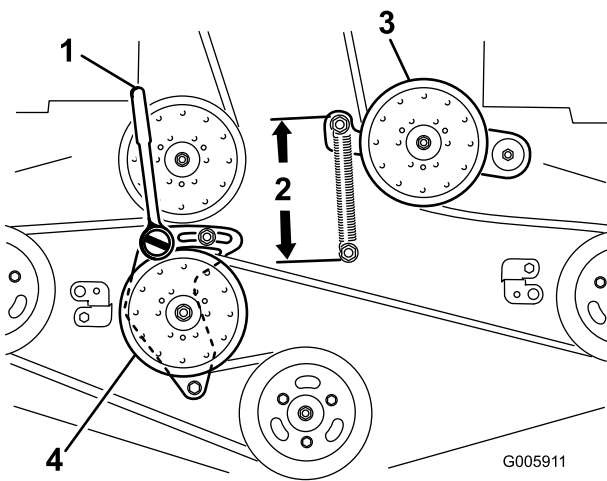

Bild 89
6. Lösen Sie den starren Spannarm und stellen Sie ihn ein, um die Riemenspannung zu lösen (Bild 89).
9. Setzen Sie eine Ratsche mit einem kurzen Griff oder ein Stemmeisen in das rechteckige Loch im fixierten Spannarm ein (Bild 89).
11. Drehen Sie zum Erhöhen der Riemenspannung die Ratsche oder das Stemmeisen nach links, um den starren Spannarm zu bewegen, bis Sie einen Abstand von 16,5 cm zwischen den Federhaken erhalten (Bild 89).